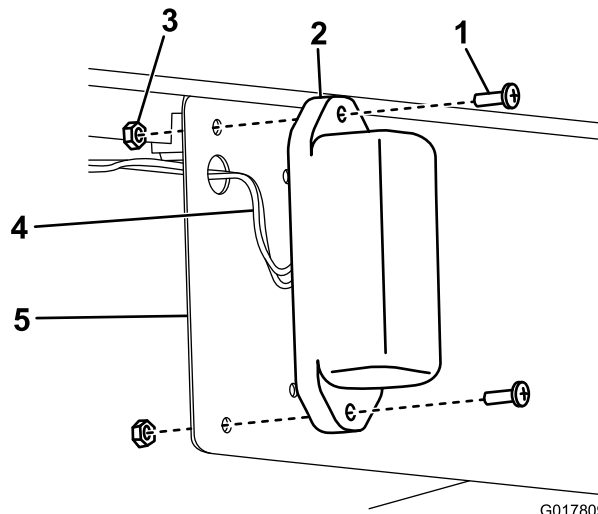

Figure 13
5. Posez les 2 éclairages sur le support de la plaque avec (2) vis (10 x 5/8") et contre-écrous (Figure 13).